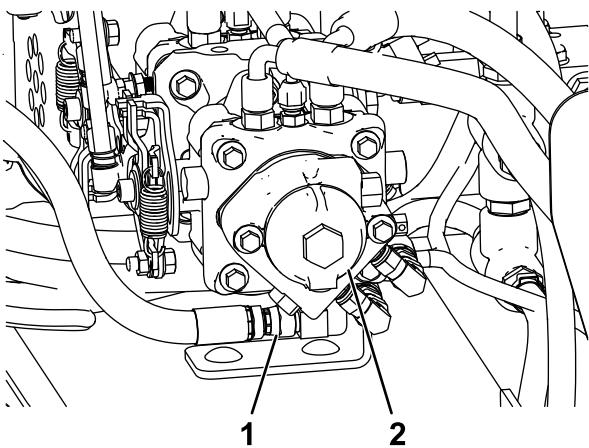

Figura 50
- Localice la manguera que conecta el filtro hidráulico y la bomba hidráulica, y coloque un recipiente debajo del acoplamiento de la manguera de la bomba hidráulica (Figura 50).